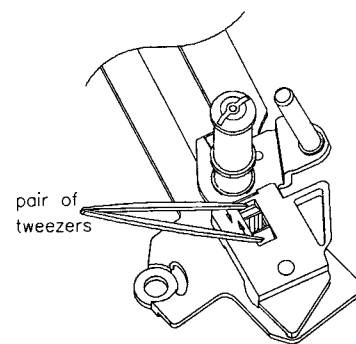
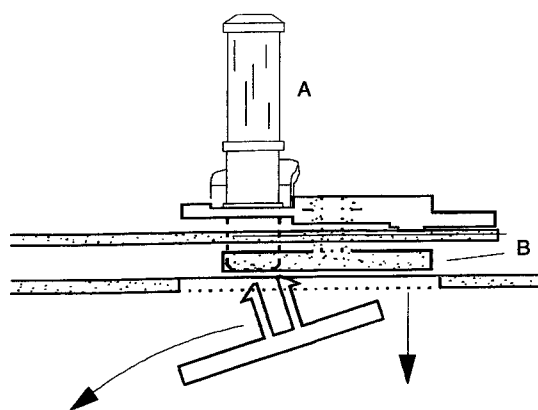

Abb. 9
Abb. 10
- Mit einer Pinzette die beiden Schnapphaken zusammendrücken und die Umlenkrolle von der Platine (siehe Fig. 9) abnehmen.
- Mit einer Pinzette die beiden Schnapphaken zusammendrücken (Fig.9) und die Umlenkrolle A von der Platine B abnehmen (Fig.10).
- Einfädelarm links aus der Platine aushängen und diese durch die Ausnehmung im Chassis nach unten hin aus dem Laufwerk entfernen (Fig.10).